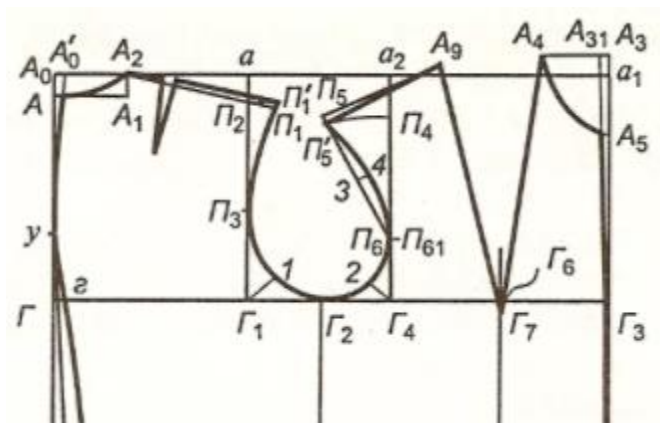

Рис.5.1- Построение горловины и верхней нагрудной вытачки БК.
2. Используя чертёжные принадлежности, выполнить чертёж горловины и верхней нагрудной вытачки конструкции изделия, на миллиметровой бумаге (рис.5.1).